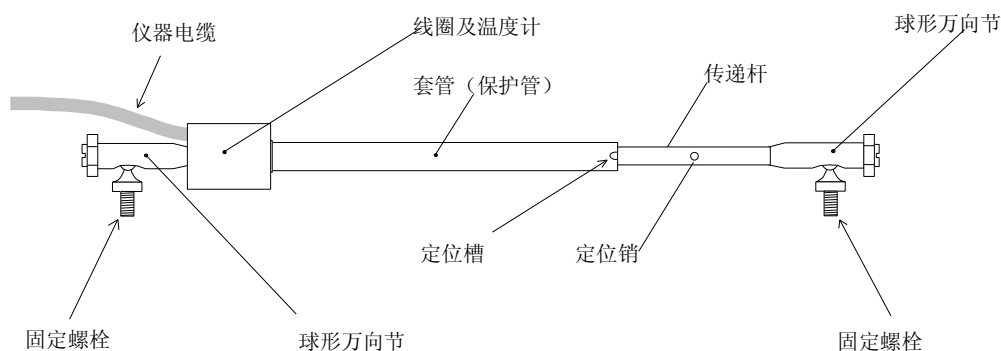

图 1 BSIL-J2 型表面裂缝计
收到仪器就应检查是否工作正常(包括半导体温度计)。裂缝计到货时，传递杆固定在大约 50%量程的松紧程度（见图 1），让仪器处于拉伸状态，因而在运输期间受到保护。把仪器与读数仪相连并读数，读数应稳定并在 4000—5000 之间。
注意裂缝计率定表显示了在零点的真实读数，拉伸范围 25%，50%，75%和 100%。这些读数可用于在其任何范围内指导设置安装裂缝计。裂缝计能一直拉伸到获得满意读数为止，然后固定此位置，并同时测量锚固间距(螺栓拧在球形万向节上，见图 1)。测量结果可用于控制钻孔或焊接锚固间距。
- 2) 用已固定的锚杆安装裂缝计, 如果在中间位置安装仪器, 把固定传感器传递杆绑好的尼龙扣拆除(见图1)。用灌浆或环氧填注钻孔并将锚杆推进直至与表面齐平, 然后使用速凝水泥或环氧树脂灌浆。